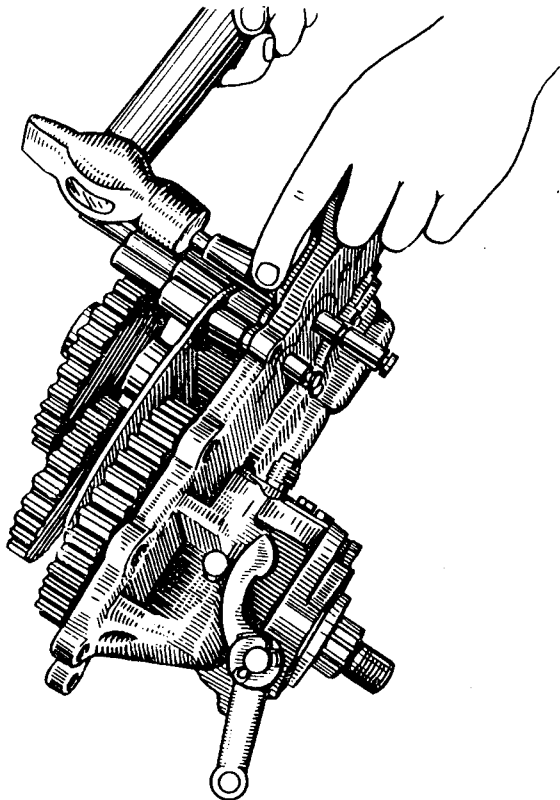

Bild 104. Austreiben der Schaltschienen und Ausbau der Schaltgabeln
9. Riegelplatte der Schaltschienen abnehmen und Schaltschienen mit einem Kupferhammer austreiben, gleichzeitig Schaltgabeln von diesen abnehmen (Bild 104).